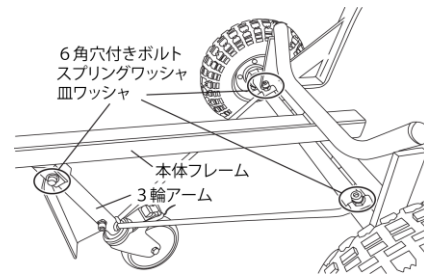

図2
- ③ 3輪アームを本体フレームの固定位置にゴムハンマー等を使用して取り付け、六角穴付きボルト、スプリングワッシャ、皿ワッシャを使用して確実に固定してください（図2参考）。